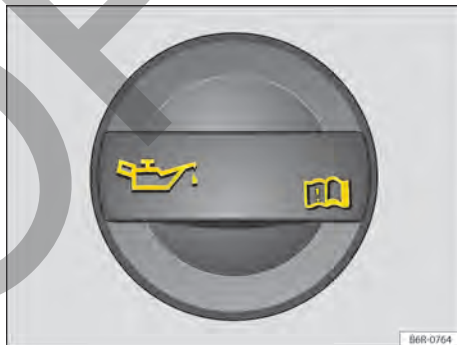

Fig. 203 En el compartimento del motor: tapón de la boca de llenado del aceite del motor.
4. Identifique la boca de llenado del aceite del motor y la varilla de medición del aceite. La boca de llenado del aceite del motor está identificada con el símbolo  sobre la tapa → fig. 203 y la varilla de medición del aceite con la empuñadura de color. Si no está claro donde se encuentran la tapa y la varilla de medición de aceite, entrar en contacto con un Concesionario Volkswagen o una empresa especializada.
9. Desenroscar la tapa de la boca de llenado de aceite del motor → fig. 203.